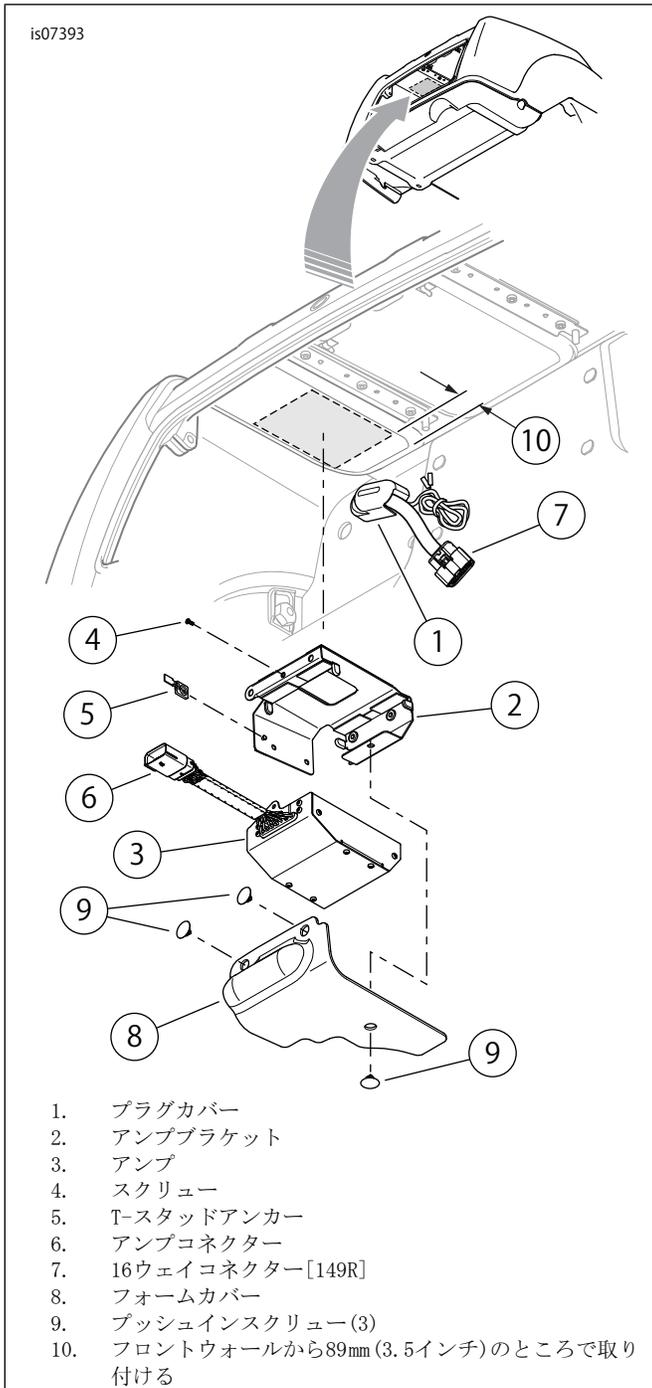

図5。セカンダリーアンプマウント
3. 「図5」を参照してください。トランクの内側からプラグカバー(1)をパネルマウントコネクタとジャンパーハーネスの上に取り付けます。トランクの外側からコネクタフランジとトランクウォールにスクリュー2本を挿入し、プラグカバーのねじ穴に挿入します。3.95-4.52 N・m (35-40 in-lbs)のトルク値で締め付けます。
5. 「図5」を参照してください。トランクシーリングの下側のフラット部からパネルマウントコネクタプラグカバー(1)の後部までを、イソプロピルアルコールと蒸留水を50/50で割った液できれいにします。完全に乾くまで待ちます。